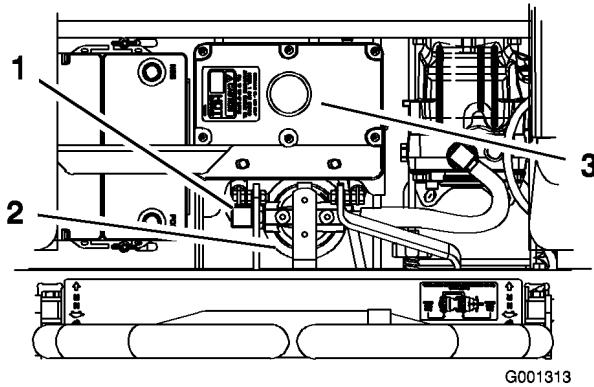

Figure 67
- Débranchez la conduite hydraulique droite qui est raccordée à l'adaptateur (Figure 67).
- Rebranchez la conduite hydraulique droite à l'adaptateur (Figure 67).